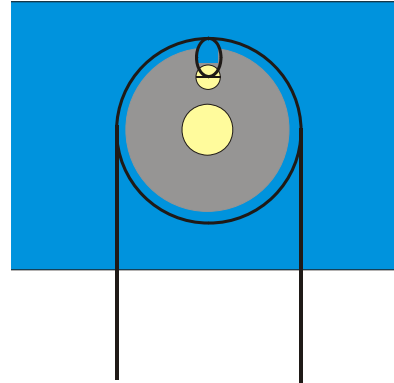

Fig. 8 Rappresentazione schematica dell'infilatura del filo intorno alla puleggia del rilevatore di corsa (U11371)
- Allentare la vite presso la puleggia del rilevatore di corsa. Girare il filo una volta intorno alla puleggia, farlo fuoriuscire dall'incavo e annodare ad occhiello attorno alla vite. Fissare il filo con la vite (v. Fig. 8).